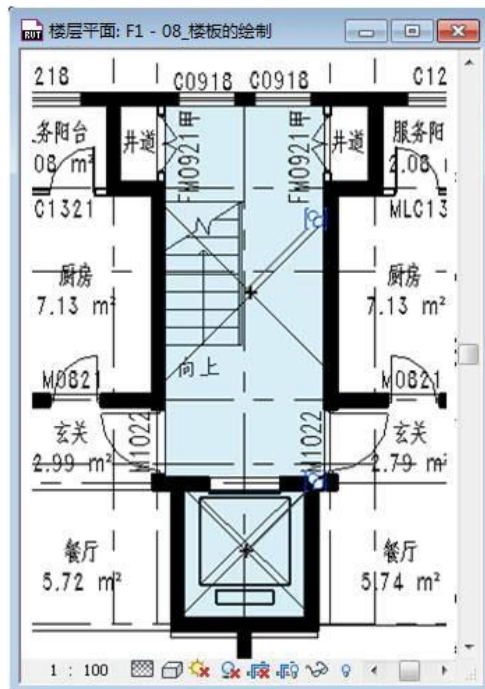
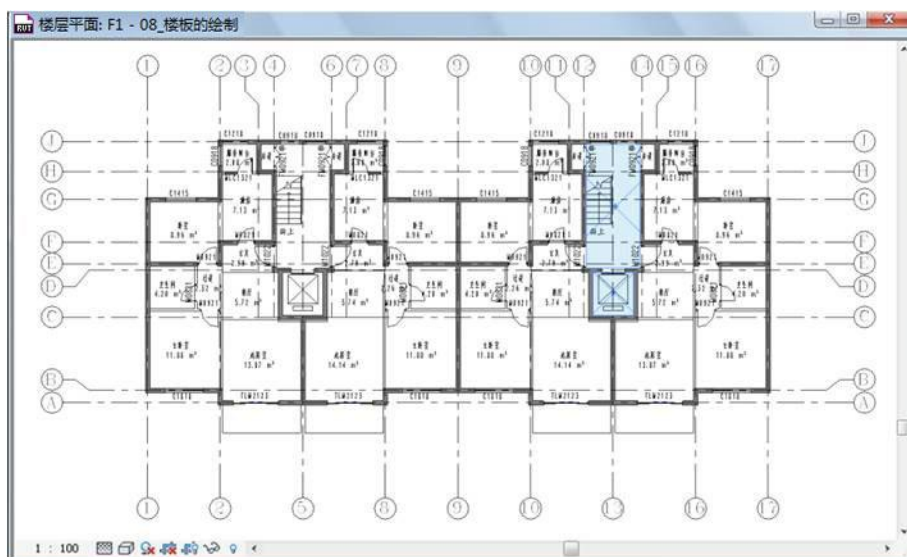

图 3-39
图 3-40
- 6) 按 Ctrl 多选刚刚绘制的：楼梯、扶手、电梯、楼梯间房间填充、电梯井房间填充等构件（如图 3-39 所示），单击“选择多个”选项卡>“修改”面板>“复制”工具，光标在绘图区域单击楼梯左侧墙面任意位置，如角点为复制参照点，水平向右移动至右侧楼梯间与左侧墙面相同位置单击，完成水平向右复制（如图 3-40 所示）。